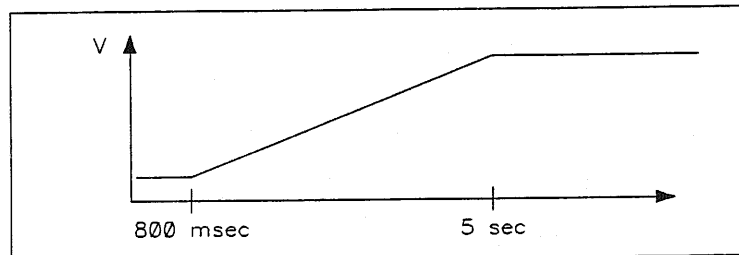

Fig. 2.4
- ein Tastendruck bewirkt eine Inkrementierung bei »+« oder eine Dekrementierung bei »-« um jeweils eine Einheit (z.B. 1/10 ms, 1 ms, 1 Frame). Bei einem Tastendruck länger als 800 ms wird automatisch mit steigender Geschwindigkeit addiert bzw. subtrahiert (Plattformierung nach 5 sec, siehe Fig. 2.4).